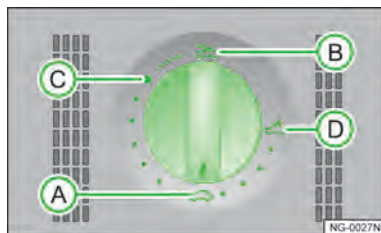

图 63
将转动开关»图 63 转到所需的位置，以调至天窗的以下位置：
- ▶ 将转动开关在前部位置»图 63，见第 42 页 A 处按住，直到天窗完全关闭为止。